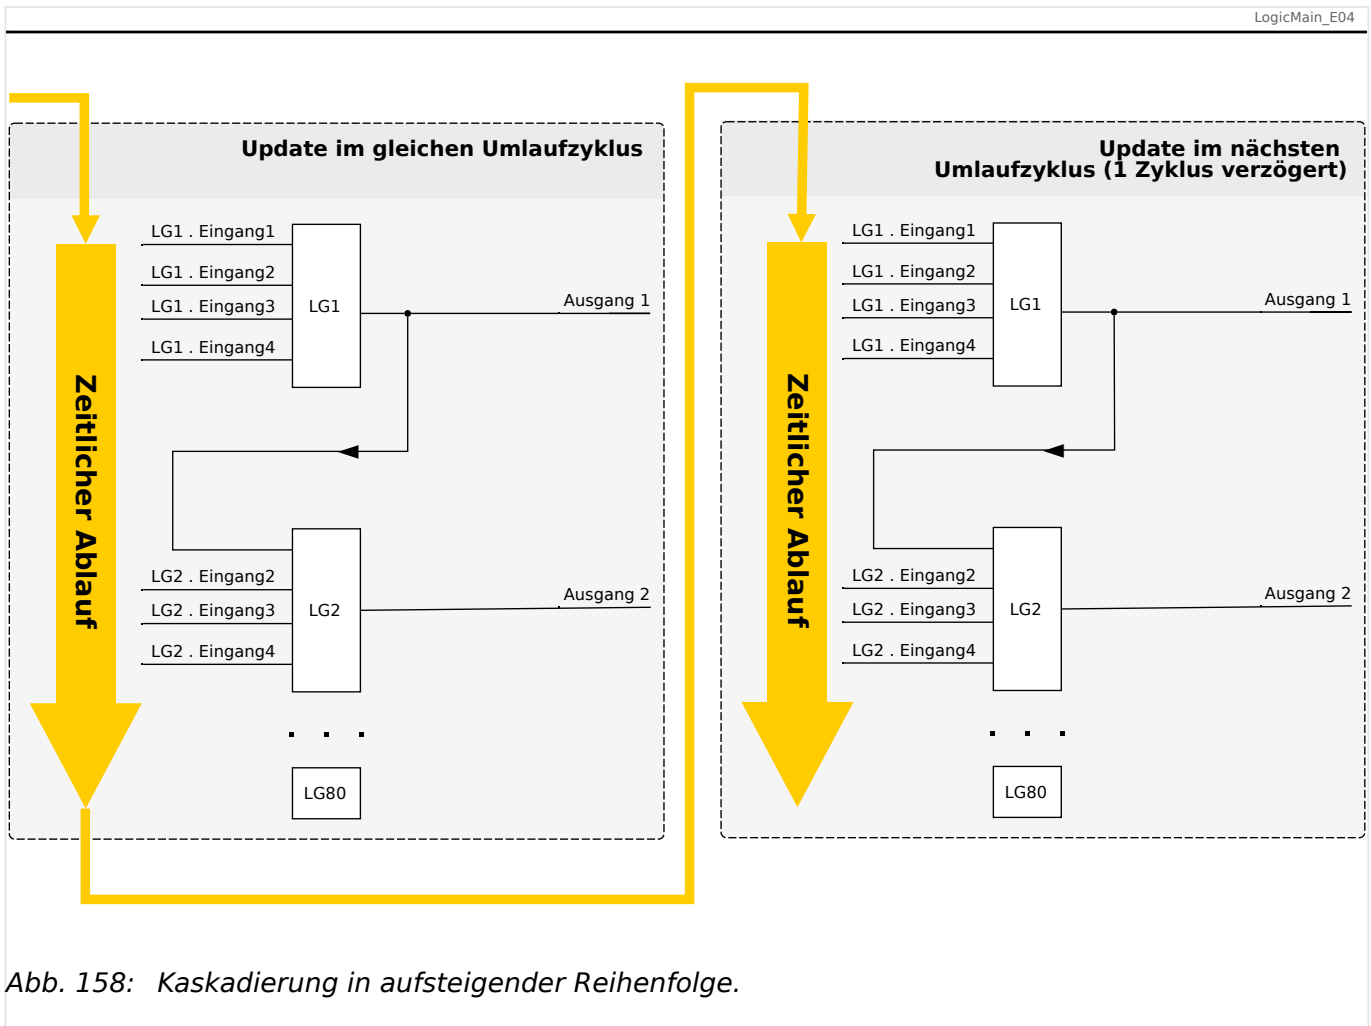
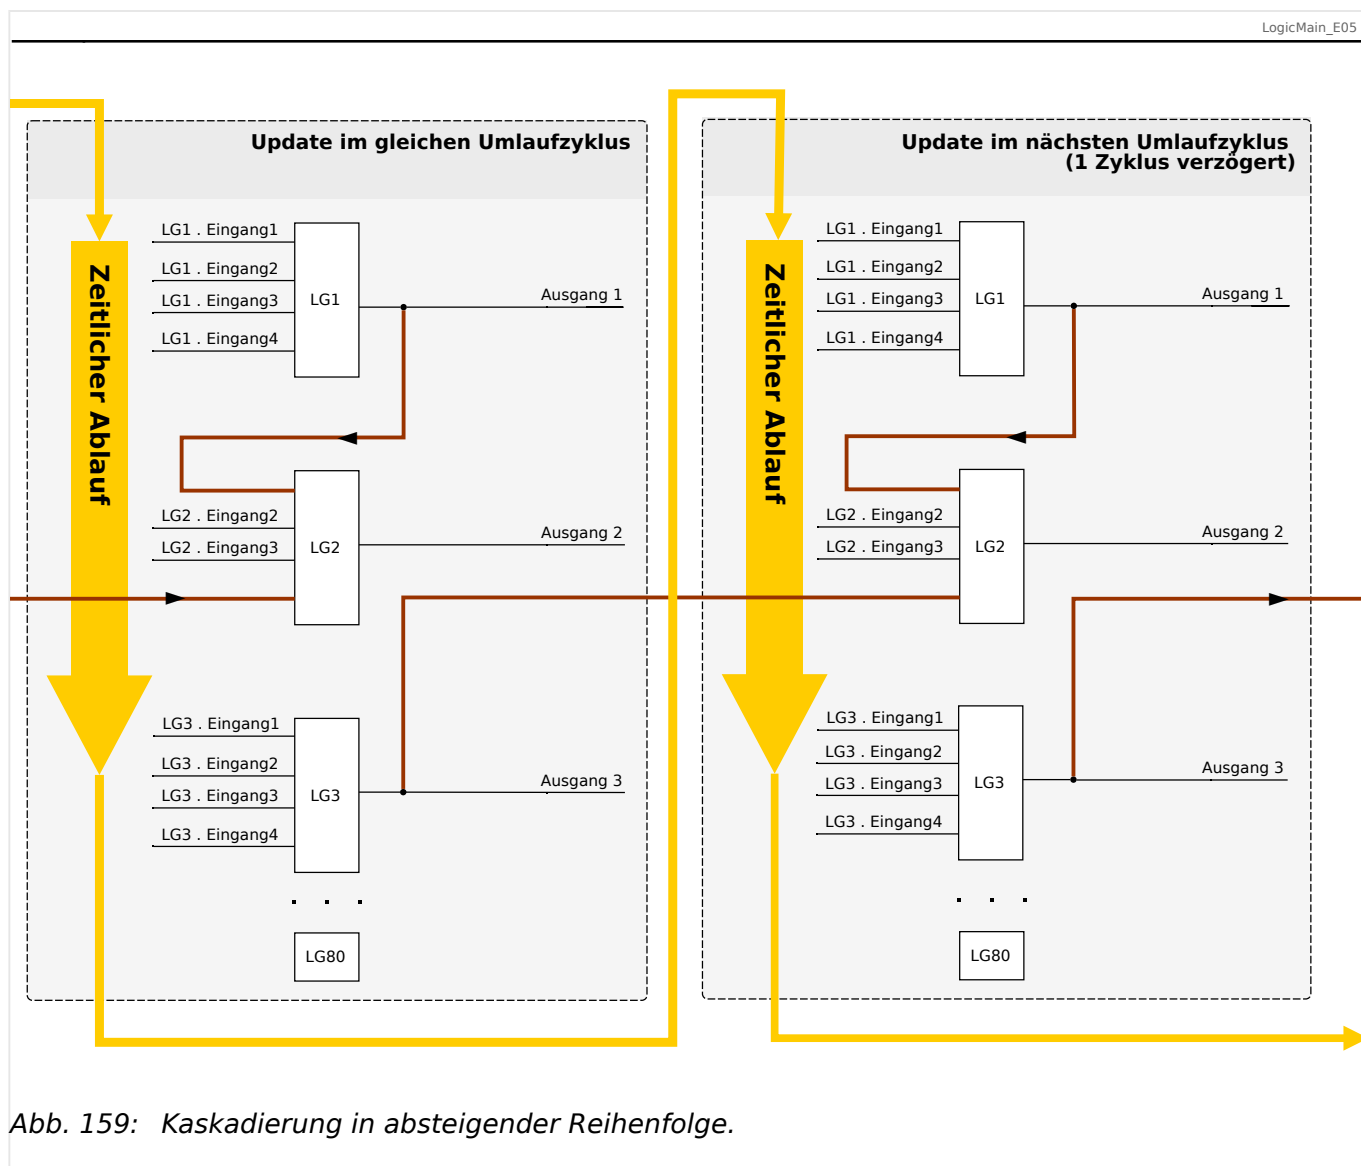

Abb. 158: Kaskadierung in aufsteigender Reihenfolge.
Abb. 159: Kaskadierung in absteigender Reihenfolge.
- Kaskadierung in **aufsteigender** Reihenfolge bedeutet, dass der Ausgang einer Logikgleichung auf den Eingang einer Logikgleichung mit **höherer** Nummer rangiert wird. Das Diagramm  Abb. 158 weiter unten zeigt ein Beispiel, bei dem der Ausgang von LG1 auf einen Eingang von LG2 rangiert wird.
- Kaskadierung in **absteigender** Reihenfolge bedeutet, dass der Ausgang einer Logikgleichung auf den Eingang einer Logikgleichung mit **niedrigerer** Nummer rangiert wird. Das Diagramm  Abb. 159 zeigt ein Beispiel, bei dem der Ausgang von LG3 auf einen Eingang von LG2 rangiert wird.
Bei der Konfiguration des Schutzgerätes bestehen keinerlei Einschränkungen oder Unterschiede zwischen aufsteigender und absteigender Reihenfolge. Da allerdings während der Laufzeit des MRA4 die Logikgleichungen in aufsteigender Reihenfolge ausgewertet werden, haben die resultierenden Ausgangswerte, die am Eingang der Logikgleichung anstehen, ein unterschiedliches „Alter“, wie in  Abb. 158 und  Abb. 159 veranschaulicht wird.
Das in Abb. 159 gezeigte Beispiel zeigt eine Konfiguration von „Logikgleichung 2“, die den Ausgang von zwei weiteren Logikgleichungen, „Logikgleichung 1“ und „Logikgleichung 3“, als Eingangszustände verwendet. Hierbei ist der Ausgang von „Logikgleichung 1“ in aufsteigender Reihenfolge verwendet, sodass der Wert in jeweils demselben Prozesszyklus ermittelt wird. Der Ausgang von „Logikgleichung 3“ wird in absteigender Reihenfolge verwendet, sodass der Wert in dem jeweils vorherigen Prozesszyklus ermittelt wurde.